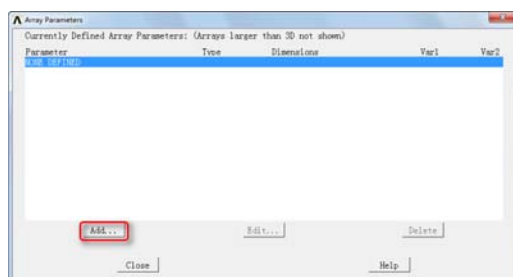

图 9-8 “Array Parameters”对话框
②依次选择 Utility Menu→Parameters→Array Parameters→Define/Edit, 会弹出“Array Parameters”对话框，如图 9-8 所示。
⑤单击如图9-8所示“Array Parameters”对话框中的“Add”按钮，会弹出“Add New Array Parameter”对话框，如图9-9所示，在“Parameter name”输入框输入“UYTAB”，在“Type Parameter type”选择列表中选择“Table”，在“I, J, K No. of row, cols, planes”输入框中依次输入6、3、1，其余采用默认设置，单击“OK”按钮关闭该对话框。
⑦单击如图9-8所示“Array Parameters”对话框中的“Add”按钮，会弹出“Add New Array Parameter”对话框，如图9-9所示，在“Parameter name”输入框输入“UYTAB”，在“Type Parameter type”选择列表中选择“Table”，在“I, J, K No. of row, cols, planes”输入框中依次输入6、5、1，其余采用默认设置，单击“OK”按钮关闭该对话框。
⑧单击“Array Parameters”对话框中的“Edit”按钮，会弹出“Table Array:
⑨单击如图 9-8 所示“Array Parameters”对话框中的“Add”按钮，会弹出“Add New Array Parameter”对话框，如图 9-9 所示，在“Parameter name”输入框输入“VYTAB”，在“Type Parameter type”选择列表中选择“Table”，在“I, J, K No. of row, cols, planes”输入框中依次输入 6、5、1，其余采用默认设置，单击“OK”按钮关闭该对话框。